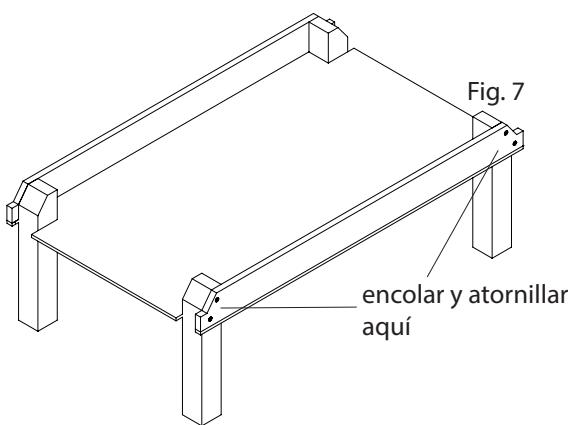

Fig.7
7. Encolar y atornillar el segundo lateral y las otras dos patas del futbolín en el lado opuesto (ver Fig. 7).